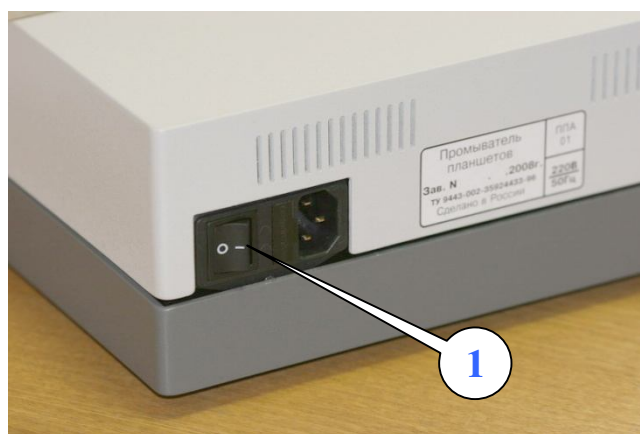

Рис. 2
1. Шнур питания и выключатель сети. Включение прибора осуществляется выключателем сети, расположенным на задней поверхности (поз. **1**, **рис. 2**), при этом появляется надпись на индикаторе.
Подключите сетевой кабель к прибору, убедитесь, что сетевой выключатель находится в положении "0" и включите вилку в сетевую розетку (рис. 2).